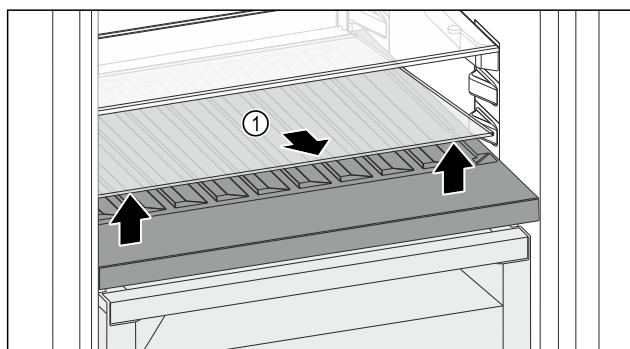

Fig. 145
- Pakelkite stiklinę lentyną Fig. 145 (1) už angos priekyje ir išimkite.
- Stiklinę lentyną Fig. 145 (1) laikykite saugiai už prietaiso ribų.
- Įdėkite stiklinę lentyną (2) po reguliuojamu butelių skyriumi.